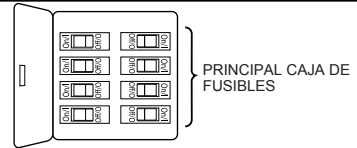

Figura 1
Caja de perfil bajo (Figura 1)
1. Extraiga la pieza de la bola colgante de la unidad de la bola colgante / varilla aflojando el tornillo de presión de la bola colgante hasta que la bola se libere de la varilla. Retire el pasador del barral y luego extraiga la semiesfera. Conserve el pasador y la semiesfera para su reinstalación en el Paso 6. (Figura 1)
Para evitar una posible descarga eléctrica, asegúrese de cortar la alimentación eléctrica de la caja de fusibles principal antes de colgar el ventilador. (Figura 1)
1. Para configurar el código de unidad del receptor. Deslice los interruptores de código a las mismas posiciones que en el transmisor. (Figura 1)